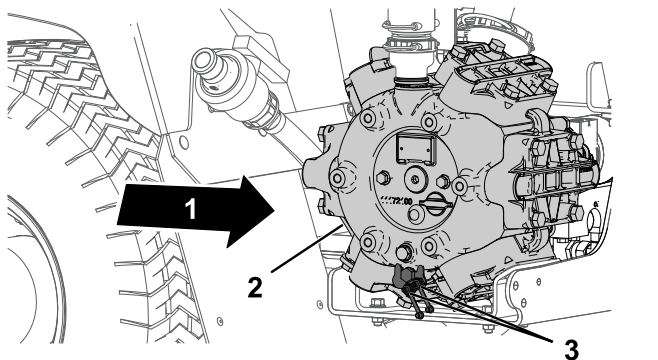

Figure 104
1. Essuyez les 2 graisseurs à distance pour les nettoyer (Figure 104).
2. Injectez de la graisse dans le graisseur à distance (Figure 104).